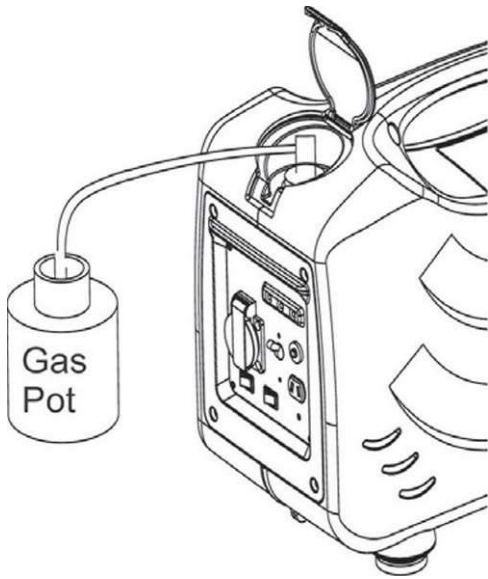
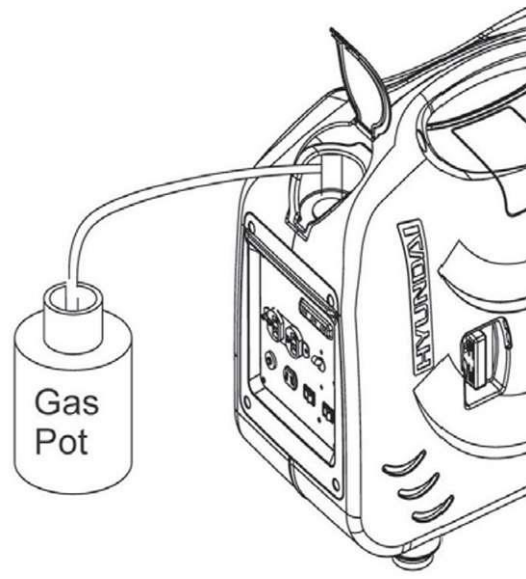

Fig. 5.14
Fig. 5.15
2. Porniți generatorul și acționați-l în poziție de repaus până când se consumă combustibilul și motorul se oprește automat. (Consultați Fig. 5.14 pentru HY1000Si și Fig. 5.15 pentru HY2000Si HY3000Si).